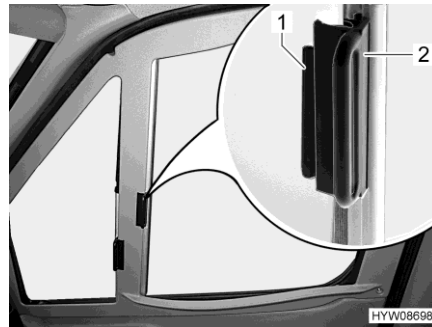

Bild 26 Faltverdunklung (Fahrer-/Beifahrerfenster)
- Die Faltverdunklungen für das Fahrerfenster und das Beifahrerfenster am Griff (Bild 26,2) zur anderen Fensterseite ziehen und an den Magnetstreifen aneinanderfügen.
- Die Faltverdunklungen für das Fahrerfenster und das Beifahrerfenster am Griff (Bild 26,2) bis zum Anschlag einschieben.
- Den Griff (Bild 26,2) auf den Aufsatz (Bild 26,1) schieben.